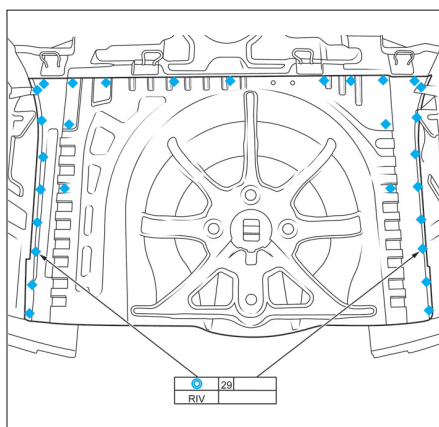

FIG. 74
- Riveter le plancher arrière (Fig.74).